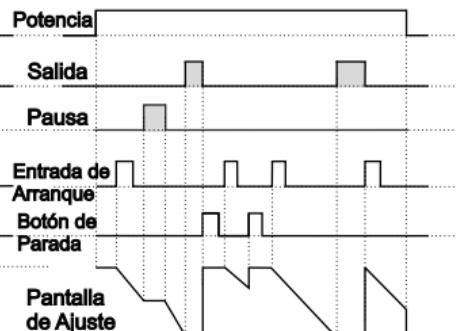

Figura 2.2
2.2.2 Si Conteo Descendente  $dEct = 1$  y  $\text{butF}$  es  $0FF$ , el diagrama de control se muestra la figura 2.2.